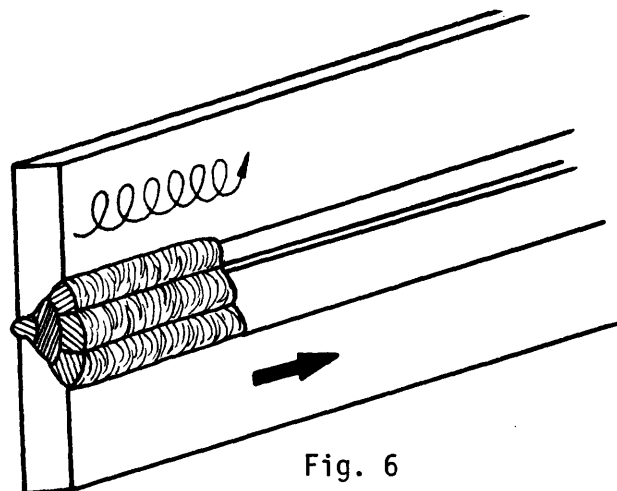

Fig. 6
- 3) Al efectuar los cordones restantes, mueva el electrodo en forma circular (fig. 6).